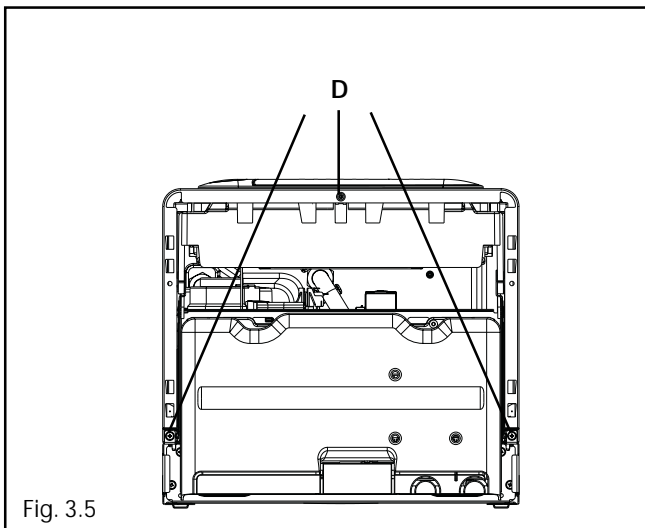

Fig. 3.5
- togliere il mantello svitando le viti di fissaggio (D) (fig. 3.5)